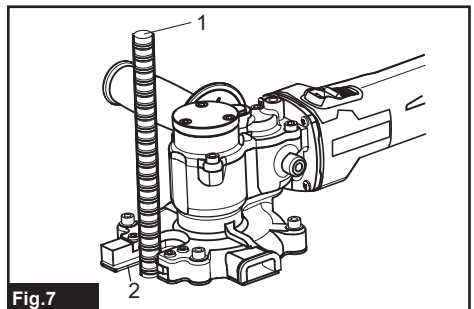

Fig.7
► **Fig.7:** 1. Rebar 2. Guide